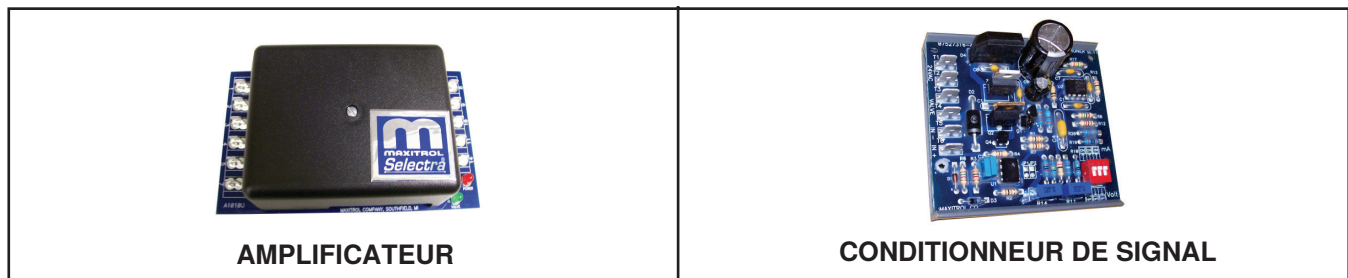
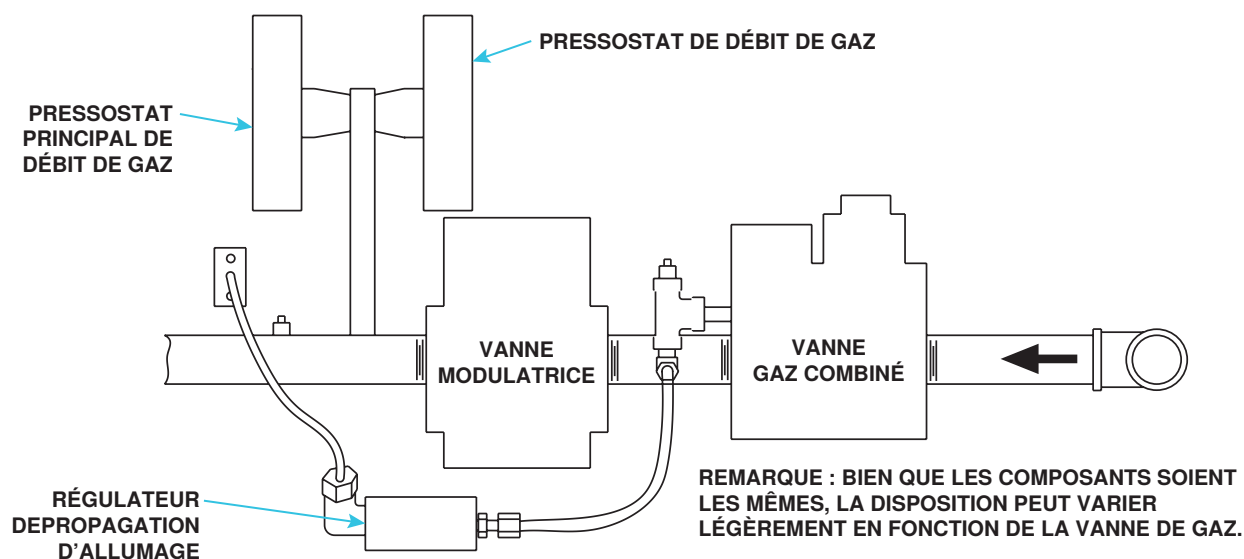

Figure 30. Amplificateur et conditionneur de signal Maxitrol
Figure 31. Disposition typique du collecteur avec modulation électronique
- **Electronic modulation between 50% and 100% firing rate (option AG8):** Electronic modulation for makeup air application that is controlled by a duct sensor and temperature selector (55–90°F (12.8–32.2°C)). The temperature selector setting for option AG8 is on the amplifier (see Figure 30). Option AG8 is available with an override thermostat.
- **Modulation électronique entre 50% et 100% de taux de tir (option AG21) :** Dans l'option AG21, la fournaise est équipée d'un conditionneur de signal Maxitrol (voir Figure 30) qui fonctionne de façon très semblable à l'amplificateur décrit plus haut pour commander la valve régulatrice. Le conditionneur accepte un signal d'entrée de 4–20 milliampères ou de 0–10 volts d'un appareil de commande fourni par le client tel qu'un ordinateur. Lorsque les commutateurs dip du conditionneur sont en position ouverte, le conditionneur accepte un signal de 4–20 mA. Lorsque les commutateurs dip du conditionneur sont en position fermée, le conditionneur accepte un signal de 0–10V. Le conditionneur convertit le signal en courant c.c. de 0–20V requis pour commander la vanne modulatrice.
- **Modulation électronique entre 20–28% et 100% de taux de tir (option AG9) :** Selon leur taille, les fournaies dotées de l'option AG39 ont un taux de réglage de 20 à 28%. La fournaise est mise en marche à n'importe quel taux d'écoulement de la plage disponible et maintient une efficacité thermique moyenne égale ou supérieure à l'efficacité thermique à taux maximal. Le circuit de gaz (voir Figure 31) comprend une soupape de gaz à un étage, une valve de modulation et deux pressostats de gaz. Le tiroir à brûleurs est muni d'un dispositif de propagation de l'allumage et d'un allumeur de gaz à tube à régulation de pression. L'allumeur à tube reçoit le gaz du régulateur en même temps que le gaz alimentant le brûleur. Le système est commandé par un amplificateur Maxitrol (voir Figure 30) relié à un indicateur de température à cadran distant. L'alimentation en gaz (consultez les exigences de pression dans le Tableau 18) est raccordée à la soupape de gaz à un étage. Pour compenser la perte de pression additionnelle due à la valve de modulation, on règle la pression de sortie de la soupape de gaz à un étage à un niveau plus élevé que sur un collecteur de gaz standard. Le tuyau de la veilleuse est raccordé au port veilleuse de la soupape de gaz à un étage. Lorsque la valve reçoit un appel de chaleur de l'amplificateur et que la veilleuse est allumée, le débit de gaz provenant de la soupape à un étage est dirigé à la fois vers la valve de modulation et vers l'allumeur à tube à régulation de pression. Lorsque le signal de l'amplificateur à la valve de modulation demande un fonctionnement à taux moindre que maximal, la valve de modulation diminue le débit de gaz vers le brûleur afin que le taux d'écoulement ainsi réduit maintienne la température désirée. Lorsque le taux d'écoulement est suffisamment abaissé pour réduire la pression de gaz à 1.1 PO CE, le pressostat de gaz principal dans le collecteur actionne le moteur à engrenage qui commande le registre de dérivation de l'aérateur/du système d'air de combustion. En s'ouvrant, le registre de dérivation envoie une partie de l'air d'arrivée directement dans le conduit d'évacuation, ce qui réduit le débit d'air vers le brûleur. Des disjoncteurs de sécurité enregistrent la position du registre de dérivation. Lorsque la pression du gaz dépasse 1.1 PO CE, le registre de dérivation se referme. Même si la sonde est munie d'un tube de mélange, à cette distance du refoulement, elle ne reçoit pas un véritable mélange, de sorte que la température captée par la sonde est légèrement plus élevée que l'air qui entre dans le conduit. Pour que le système produise une chaleur confortable, réglez le sélecteur légèrement plus bas pour compenser cette différence. Si vous avez besoin d'une corrélation directe entre ces deux températures, placez la sonde ailleurs dans le conduit à 10–12 pieds (3–3.7 mètres) du refoulement de la fournaise. De conception unique, ce système de modulation nécessite des réglages de la pression d'air de combustion différents de ceux du système standard. Consultez le Tableau 16 pour les réglages approximatifs du contacteur de détection d'air de combustion au niveau de la mer. Reportez-vous à la section Dépannage du circuit de sécurité du volet d'air de combustion de dérivation sur les unités avec option AG39 ou AG40 pour le dépannage.
- **Modulation électronique entre 20–28% et 100% de taux de tir (options AG40) :** Pour l'option AG40, la fournaise est équipée d'un conditionneur de signal Maxitrol (voir Figure 30) qui accepte un signal d'entrée de 4–20mA ou de 0–10V d'un dispositif de commande tel qu'un ordinateur fourni par le client. Lorsque les commutateurs dip du conditionneur sont en position ouverte, le conditionneur accepte un signal de 4–20mA. Lorsque les commutateurs dip du conditionneur sont en position fermée, le conditionneur accepte un signal de 0–10V. Le conditionneur convertit le signal en courant c.c. de 0–20V requis pour commander la vanne modulatrice. L'appareil de chauffage fonctionne et possède les mêmes caractéristiques que pour l'option AG39, sauf que les réglages de température sont sélectionnés par le logiciel et qu'il n'y a ni sélecteur de température ni capteur de conduit. De conception unique, ce système de modulation nécessite des réglages de la pression d'air de combustion différents de ceux du système standard. Consultez le Tableau 16 pour les réglages approximatifs du contacteur de détection d'air de combustion au niveau de la mer. Consultez le Tableau 18 pour les exigences de pression. Reportez-vous à la section Dépannage du circuit de sécurité du volet d'air de combustion de dérivation sur les unités avec option AG39 ou AG40 pour le dépannage.